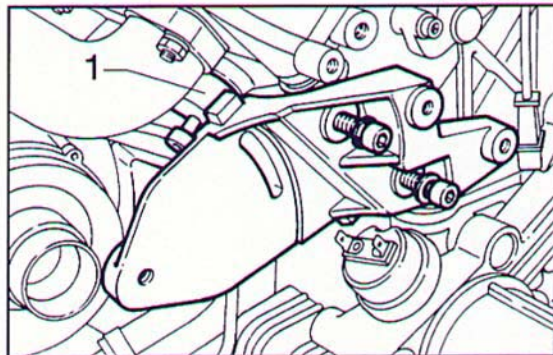

Fig. 265 ▼
- applicare il frenafiletti Loctite 242E alle due viti anteriori, quindi montare il supporto tendicinghia con il distanziale (1), e serrare le tre viti di fissaggio (Fig. 265);
- apply some Loctite 242E to the two front screws, fit the belt tightener support with spacer (1), and lock the three securing screws (Fig. 265);